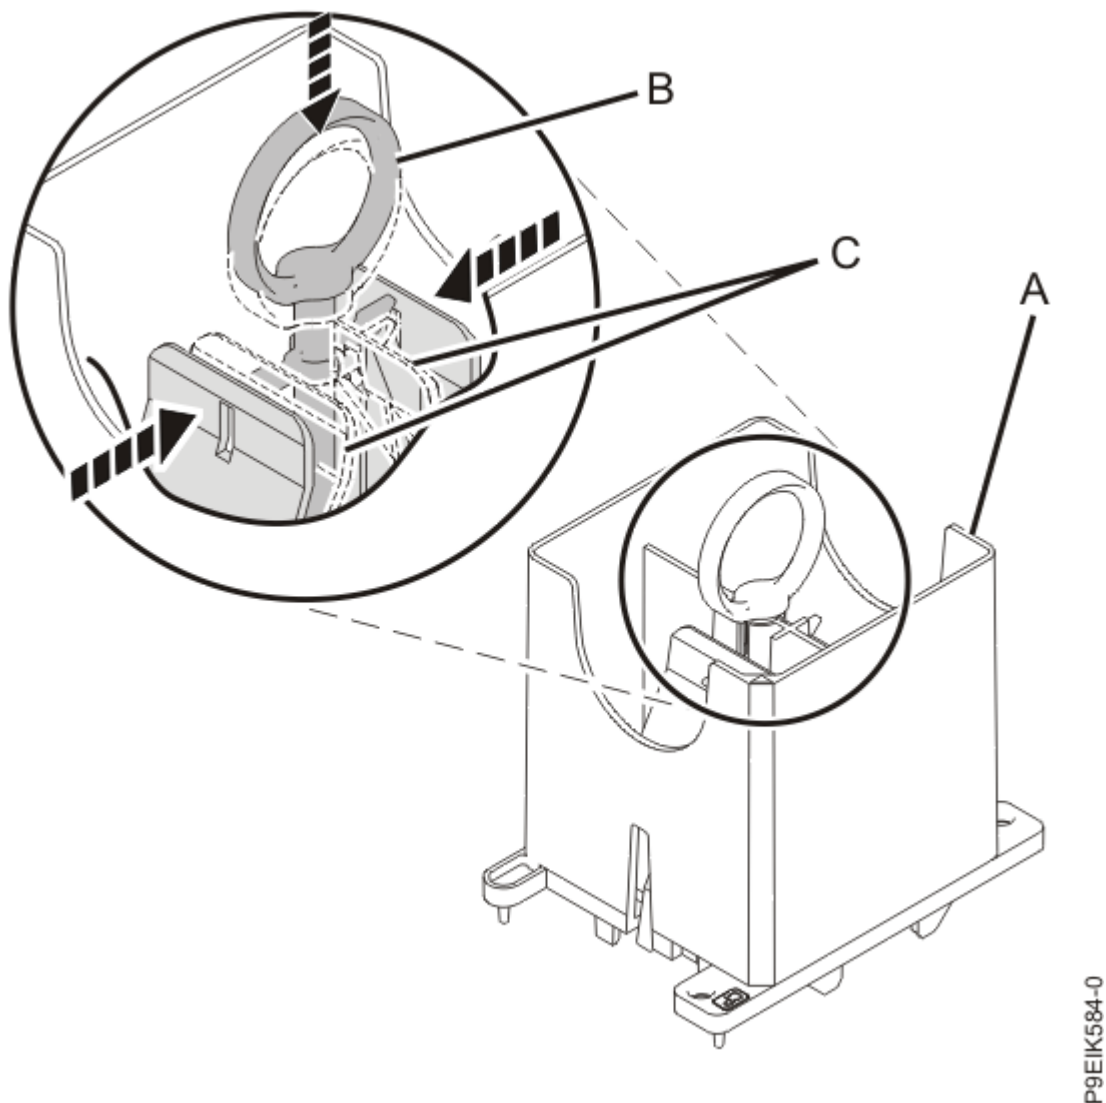

Figura 15. Cómo asegurarse de que la herramienta de extracción esté en posición abierta
- a) Asegúrese de que la herramienta de extracción **(A)** esté en posición abierta, tal como se muestra en la Figura 15 en la página 18. Se ha de presionar el anillo central **(B)** y las pestañas de color azul **(C)** se deben girar hacia adentro.